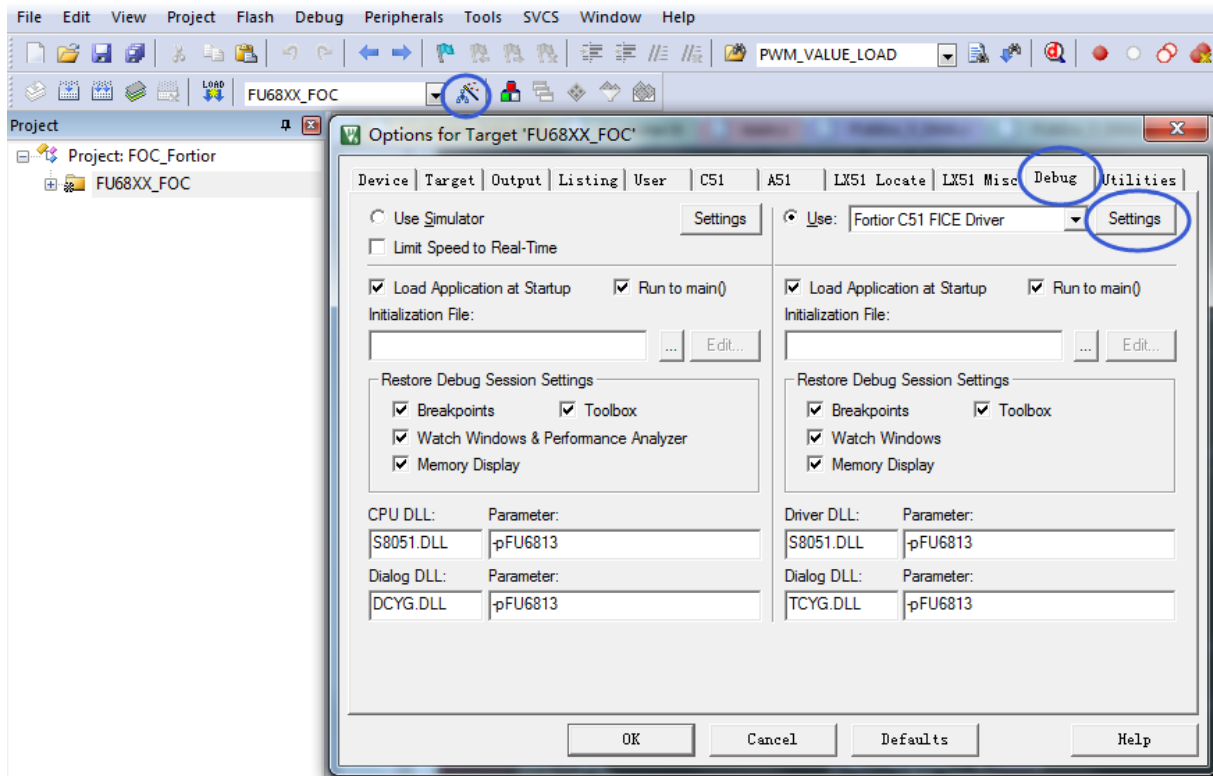

图 35-1 代码保护配置
1. 打开 8051 集成开发工具，编译前进入 Target Options 中并选择 Debug 选项卡，按照上图 35-1 所示进行选择，并点击 Settings 进入下一步设置；